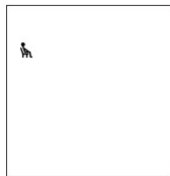

Fig. 6: Écran de démarrage
- ⇒ Le tensiomètre s'allume automatiquement, effectue un test d'affichage et l'écran de démarrage s'affiche. (voir Fig. 5 et Fig. 6).
⇒ L'écran affiche l'écran de démarrage (Fig. 6).
Attendez que l'écran d'accueil (Fig. 6) s'affiche avant de lancer une autre mesure.